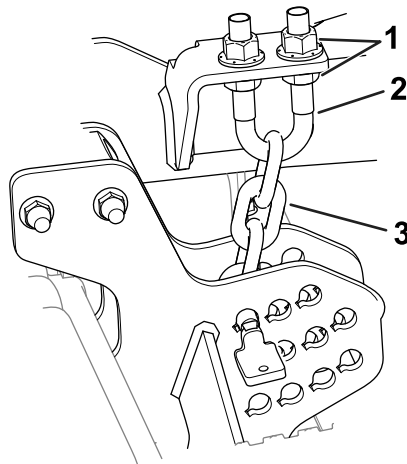

Figure 6
7. Desserrez les écrous de blocage inférieurs sur l'étrier fileté de la chaîne de hauteur de coupe (Figure 6).
8. Ajustez les écrous (Figure 6) pour lever ou abaisser l'arrière de l'unité de coupe afin de régler les pointes arrière des lames de 6 à 10 mm ($\frac{1}{4}$ à $\frac{3}{8}$ po) plus haut que les pointes avant.